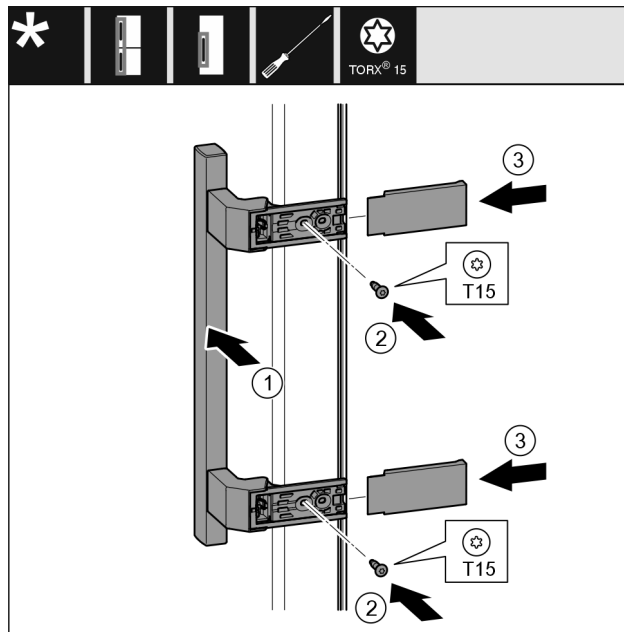

Fig. 34
- Postavite ručku Fig. 34 (1) na suprotnu stranu.
- Odvijačem pritegnite vijke Fig. 34 (2).
- Postavite poklopce Fig. 34 (3) bočno i natakните ih.